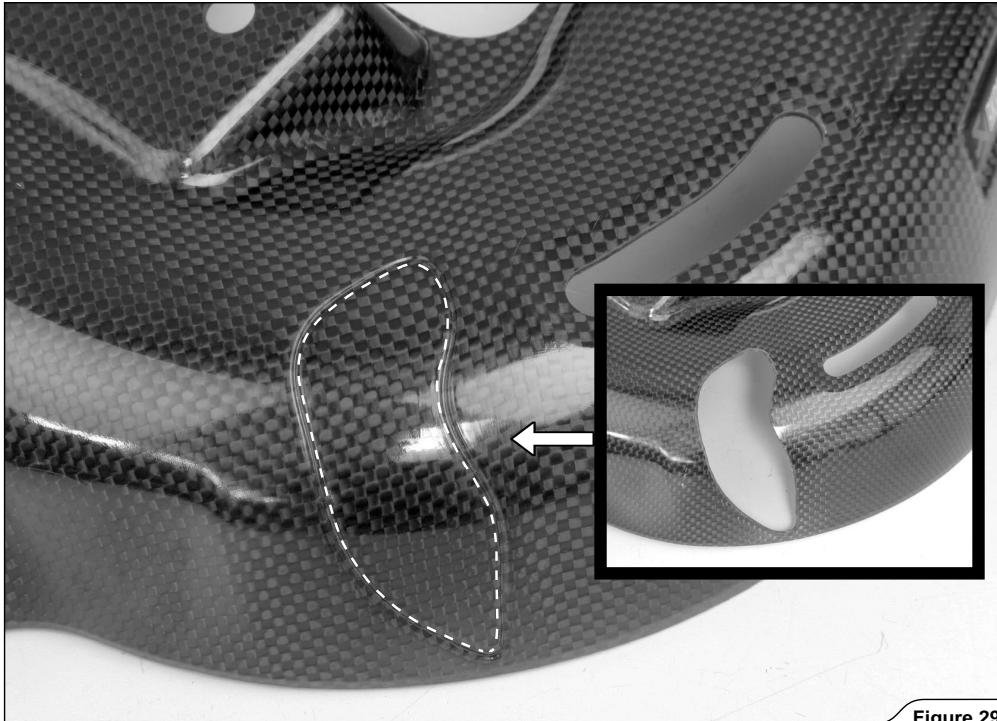

Figure 29
- Seulement pour utilisation avec repose-pieds passager : couper/ poncer avec soin la partie moulée du pare-chaleur en fibre de carbone, comme indiqué (Figure 29).
- Nur bei Verwendung der Beifahrerfußrasten: den eingeprägten Teil des Wärmeschutzes aus Kohlefaser wie angegeben ausschneiden/Schleifen (Figure 29).